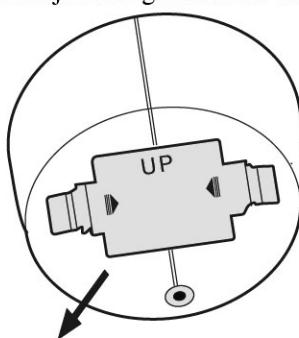

Figuur.4
4. Draai de knoppen los op het uiteinde van de zoekspoel, stel de zoekspoel vervolgens af op de gewenste hoek en houd de zoekspoel parallel met de grond. Vergeet niet de zoekspoel in de juiste houding te houden (Figuur.4).